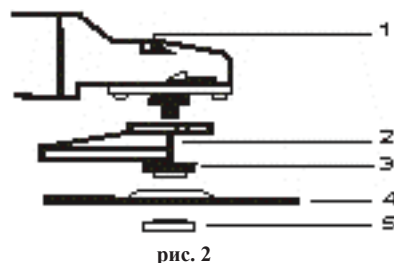

рис. 2
7.1 Для монтажа рабочего круга отключите от сети электрическую вилку шлифмашины. Фиксируя вал нажатием кнопки «1» механизма стопора (рис. 2), смонтируйте круг в соответствии с рис. 2. Для закручивания гайки используйте ключ, имеющийся в комплекте поставки. Не прилагать усилия затяжки более 3 кг/м². Проверьте вращение шпинделя с кругом (вращение от руки должно быть свободным).
7.3 В случае затруднения демонтажа рабочего круга, во избежание поломки стопора «1» (рис. 2), используйте гаечный ключ для удержания шпинделя шлифмашины.